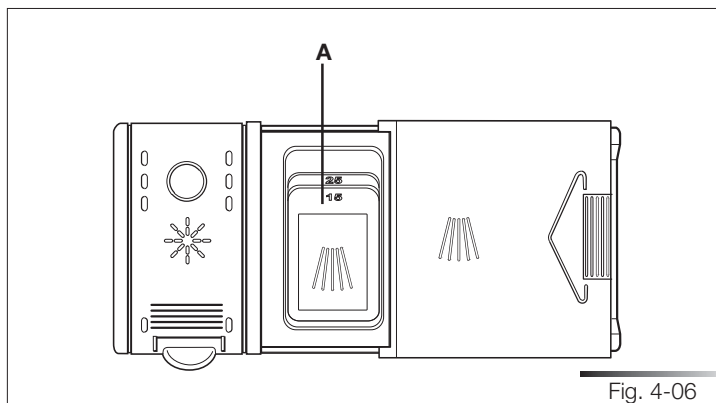

Fig. 4-06
- Cuando se selecciona un programa con prelavado caliente (véase la tabla de programas presente en el manual “Descripción de los mandos”), se deberá introducir una cantidad adicional de detergente en la cubeta (ref. A fig. 4-06).